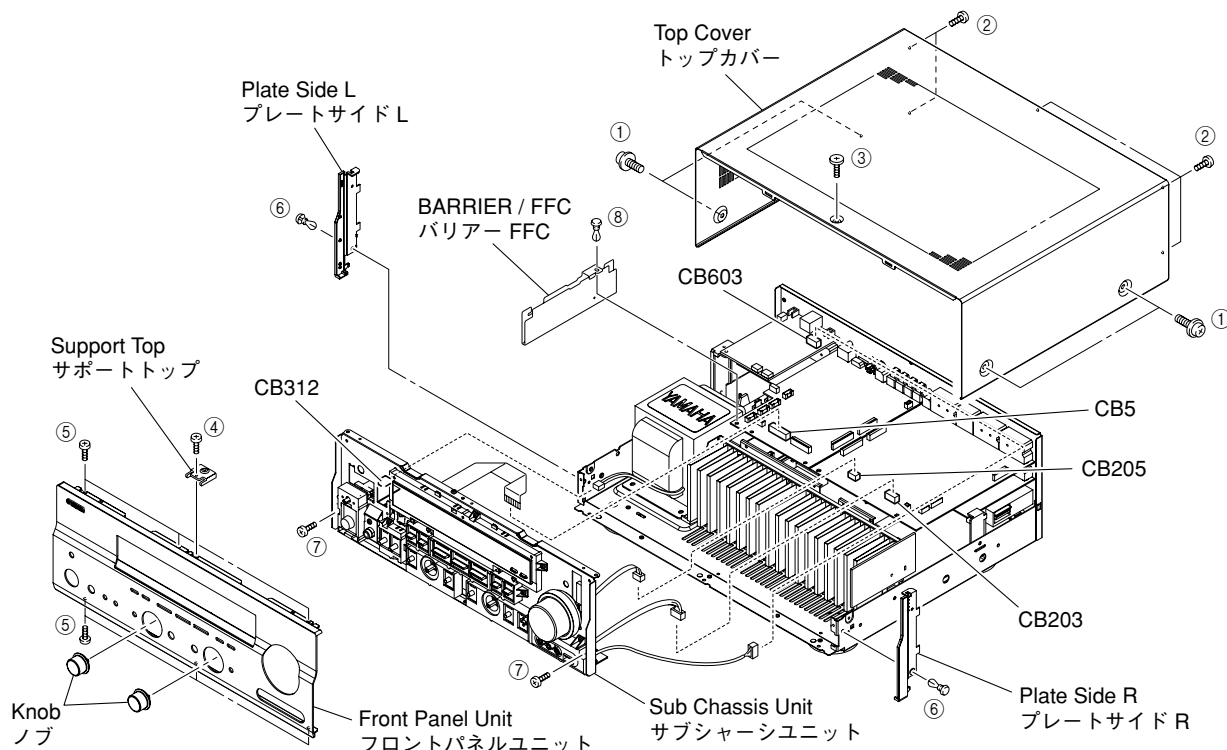

Fig. 1
- a. Remove 4 screws (①), 5 screws (②) and 1 screw (③). (Fig. 1)
- b. Slide the Top Cover rearward to remove it. (Fig. 1)
- a. ①のネジ4本、②のネジ5本、③のネジ1本を外します。(Fig. 1)
- b. トップカバーを後方へスライドさせ、取り外します。(Fig. 1)
- a. Remove 2 Knobs. (Fig. 1)
- b. Remove 1 screw (④) and then remove the Support Top. (Fig. 1)
- c. Remove 6 screws (⑤). (Fig. 1)
- d. Remove the Front Panel Unit. (Fig. 1)
- a. ノブを2個取り外します。(Fig. 1)
- b. ④のネジ1本を外し、サポートトップを取り外します。(Fig. 1)
- c. ⑤のネジ6本を外します。(Fig. 1)
- d. フロントパネルユニットを取り外します。(Fig. 1)
- a. Remove 2 push rivets (⑥). (Fig. 1)
- b. Remove the Plate Side L/R. (Fig. 1)
- a. ⑥のプッシュリベット2本を外します。(Fig. 1)
- b. プレートサイドL/Rを取り外します。(Fig. 1)
- a. Remove 2 screws (⑦) and then slide the Sub Chassis Unit forward. (Fig. 1)
- b. Remove 1 push rivet (⑧). (Fig. 1)
- c. Remove the Barrier/FFC. (Fig. 1)
- d. Remove CB5, CB203, CB205, CB312 and CB603. (Fig. 1)
- e. Remove the Sub Chassis Unit. (Fig. 1)
- a. ⑦のネジ2本を外し、サブシャーシユニットを前方に引き出します。(Fig. 1)
- b. ⑧のプッシュリベット1本を外します。(Fig. 1)
- c. バリアー/FFCを取り外します。(Fig. 1)
- d. CB5、CB203、CB205、CB312、CB603を外します。(Fig. 1)
- e. サブシャーシユニットを取り外します。(Fig. 1)